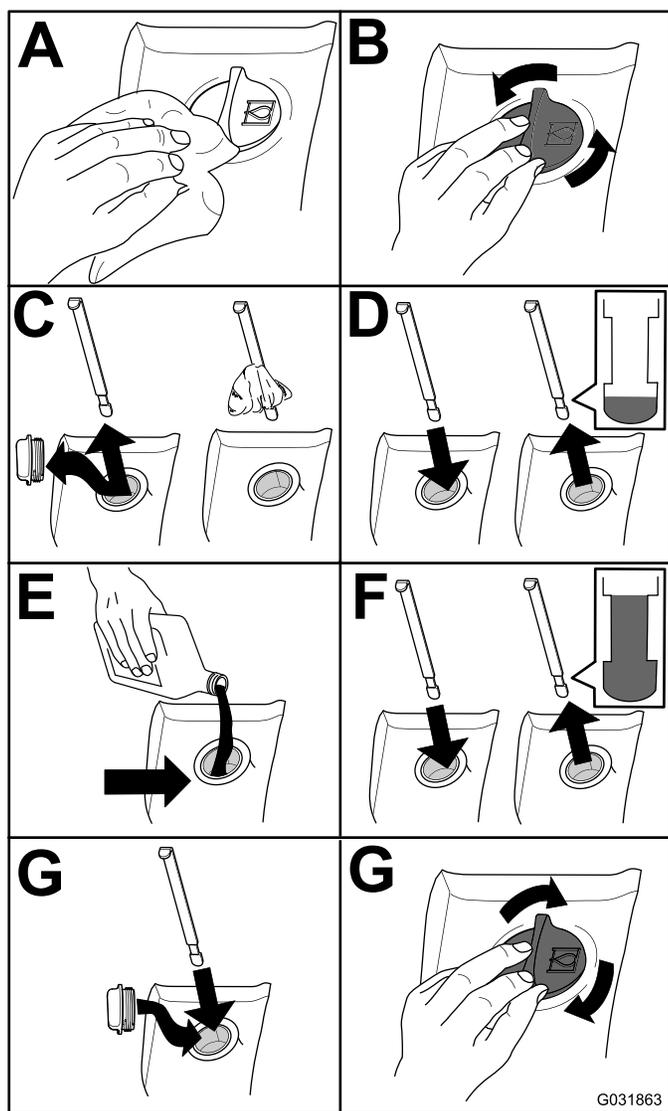

Рисунок 77
2. Проверьте уровень гидравлической жидкости (Рисунок 77).